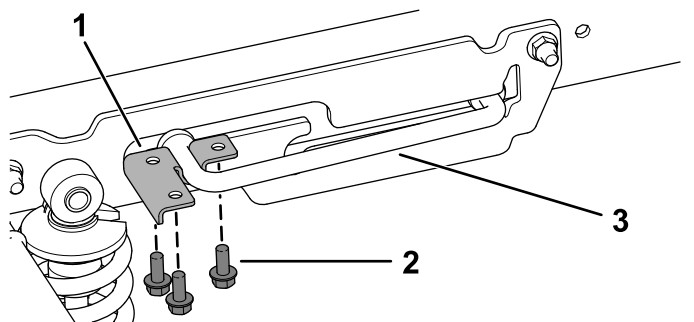

图 2
2. 从支撑杆上卸下 3 个凸缘头螺丝 5/16 x 3/4 英寸和支撑杆 U 形架 图 2。